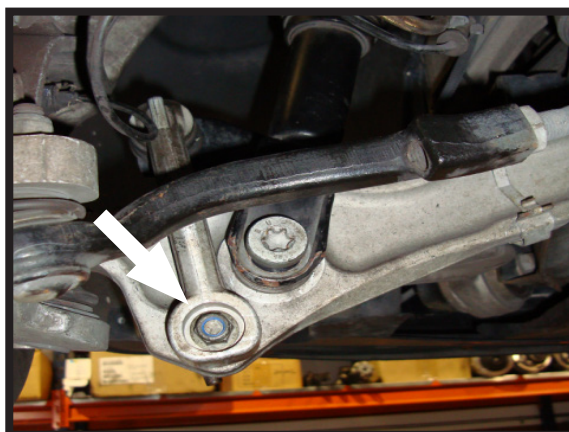

图1
3. 拆下横向稳定杆底部连接螺母，将其与下控制臂断开。( 图1 )